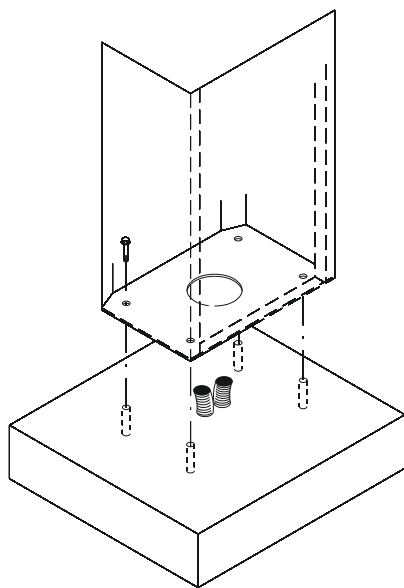
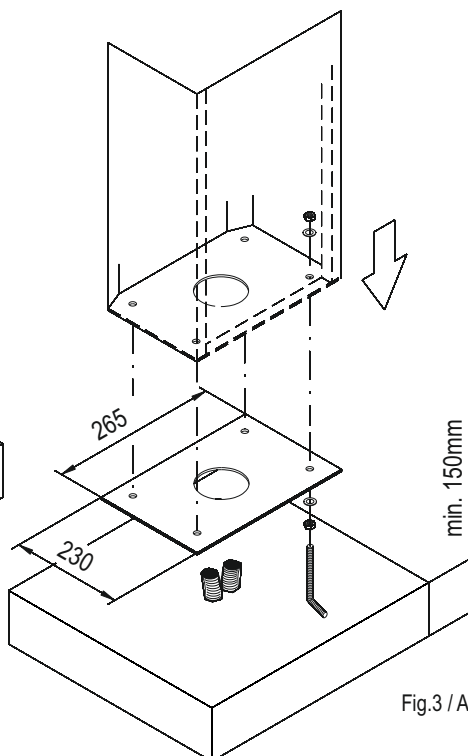

Fig.2 / Abb.2
Fig.3 / Abb.3
Se la RAP-4 poggia su un solido basamento in cemento, può essere fissata direttamente al suolo con 4 tasselli ad espansione D.12 (fig.2), oppure il fissaggio può essere fatto con l'ausilio della contropiastra, data in dotazione assieme a 8 dadi, 8 rondelle D.12 e 4 zanche (fig. 3); in questo caso agire nel seguente modo:
3. Eseguire il montaggio **contropiastra-zanche** come fig. 3.
Si la RAP-4 repose sur une base solide en ciment, elle peut être fixée directement au sol avec 4 vis tamponnées Diam.12 (fig. 2) ou la fixation peut être effectuée à l'aide de la contre-plaque donnée en dotation avec 8 écrous, 8 rondelles D.12, et 4 boulons de serrement à crans (fig. 3). Dans ce cas-là, procéder comme suit:
3. Exécuter le montage **contre-plaque-boulons de serrement à crans** (fig. 3).
Si RAP-4 se apoya sobre una sólida base de cemento, se puede fijar directamente al suelo con 4 bulones expansibles D.12 (fig. 2), o sino, la fijación se puede realizar con la ayuda de la contraplancha, que se entrega con los 8 tuercas, 8 arandelas $\varnothing 12$ y 4 bulones de anclaje (fig. 3). En este caso actuar del siguiente modo:
3. Realizar el montaje **contraplancha-bulones de anclaje** (Fig.3).